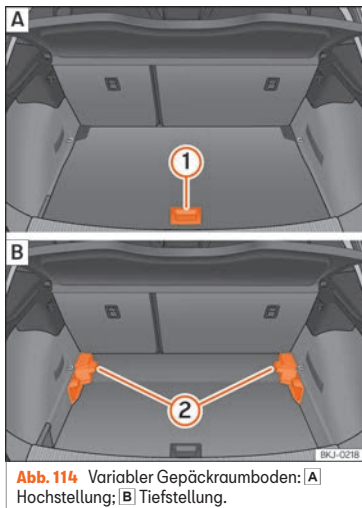

Abb. 114 Variabler Gepäckraumboden: **A** Hochstellung; **B** Tiefstellung.
- Um von der niedrigen in die hohe Position überzugehen, heben Sie den Boden am Haltegriff »» **Abb. 114** (1) an und ziehen Sie ihn nach hinten, bis der vordere Teil des Bodens vollständig über den Halterungen (2) liegt.
- Den Gepäckraumboden nun bis zum Anschlag an den Rücksitzlehnen nach vorne schieben und mit Hilfe des Haltegriffs (1) absenken.
- Um von der hohen in die niedrige Position überzugehen, heben Sie den Boden am Haltegriff »» **Abb. 114** (1) an und ziehen Sie ihn nach hinten, bis der vordere Teil des Bodens vollständig über den Halterungen (2) liegt.
- Den vorderen Teil auf den Boden absenken und diesen bis zum Anschlag an den Rücksitzlehnen nach vorn verschieben und dabei den Boden gleichzeitig mit Hilfe des Haltegriffs (1) absenken.
- Bei einem variablen Boden in hoher Position diesen am Haltegriff anheben »» **Abb. 114** (1), daran ziehen und in Richtung der Rücksitzele bewegen bis der Boden an der Scharnierlinie eingeklappt wird und sich der bewegliche Teil des Bodens auf diesem befindet.